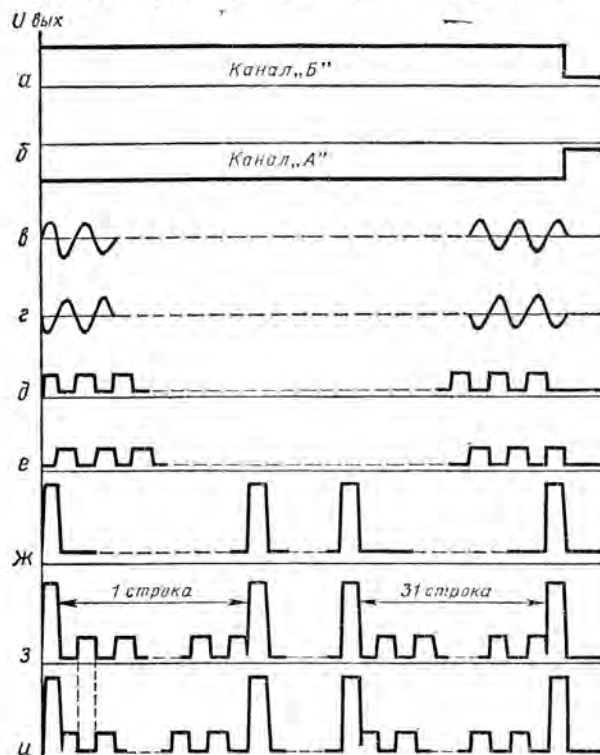

Рис. 2
3. Ключевой коммутатор (КК), который управляется по двухканальному входу со стороны КГ и коммутрует сигналы, поступающие из ФГ, осуществляя одновременно глубокое ограничение синусоиды (рис. 2, д, е).
Для пояснения работы и взаимодействия этих трех узлов предположим, что в данный момент времени в канале «А» действует импульс (в данной конструкции отрицательный), открывающий соответствующее ключевое плечо КК (рис. 2, б). Второе плечо в этот же момент времени находится в закрытом состоянии (рис. 2, а). Тогда на выходе КК возникает последовательность прямоугольных импульсов (рис. 2, е), сформированных из синусоиды ФГ (через канал «А») длительностью 4,7 мсек (рис. 2, г).
2, а), формируя такую же последовательность импульсов от ФГ с той лишь разницей, что импульсы в канале «Б» сдвинуты наполовину периода относительно ранее действовавших в канале «А» (рис. 2, д), обеспечивая дальнейшее построение шахматного поля.
дические последовательности прямоугольных импульсов длительностью 2 мсек. Эпюры сигналов КГ изображены на рис. 2, а, б.
2. Функциональный генератор (ФГ) с двухканальным выходом, вырабатывающий два противофазовых синусоидальных напряжения с частотой 108 кГц*. Соответствующие диаграммы ФГ приведены на рис. 2, в, г.
Соприжение ГШП с телевизионным приемником осуществляется так, что ГШП «ведет» развертку телевизора, обеспечивая устойчивое изображение шахматного поля на экране. Строчные синхронизирующие импульсы вырабатываются блокинг-генератором синхронизации строк (БГСС), обозначенный на блок-схеме цифрой 4. БГСС работает в автоколебательном режиме и вырабатывает положительные импульсы длительностью 5 мксек с возможной перестройкой частоты следования от 12 до 20 кГц (см. диаграмму рис. 2, ж). Синхронизация БГСС осуществляется от функционального генератора. Поскольку именно импульсы, сформированные ФГ, обеспечивают в конечном счете модуляцию луча, то синхронизация этим же напряжением БГСС и, в свою очередь, строчной развертки телевизора обуславливает жесткую привязку начала строк к шахматному полю.
Импульсы БГСС поступают на смеситель (СМ), обозначенный на блок-схеме цифрой 5. Кроме этого, на смеситель поступает основной сигнал формирования шахматного поля. В смесителе синхронимпульсы замещаются с основным сигналом. Для возможности последующего выделения синхронимпульса в цепи синхронизации телевизора, величина его амплитуды на 70% больше амплитуды импульсов основного сигнала (см. диаграмму рис. 2, з, и).